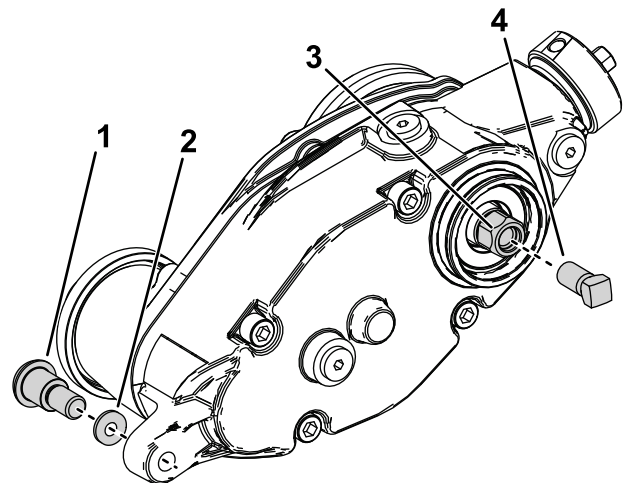

Figura 25
5. Instale el tornillo de refuerzo (pieza n.º 1-803022 – se vende por separado) en las roscas internas del cabezal hexagonal de la transmisión del groomer y apriételo a 13,5 Nm, tal y como se muestra en la Figura 25.
6. Retire la caja de transmisión del groomer del molinete de corte girando el cabezal hexagonal de la transmisión del groomer (Figura 25).